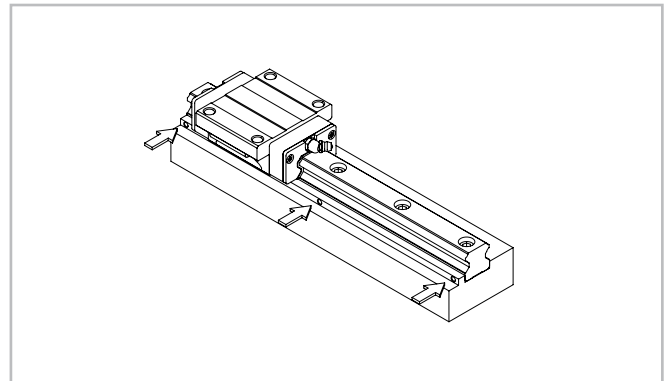

Abb. 42
(3) Die Andruckschrauben an der Führungsschiene anziehen, bis enger Kontakt an der seitlichen Anschlagfläche besteht (s. Abb. 42).